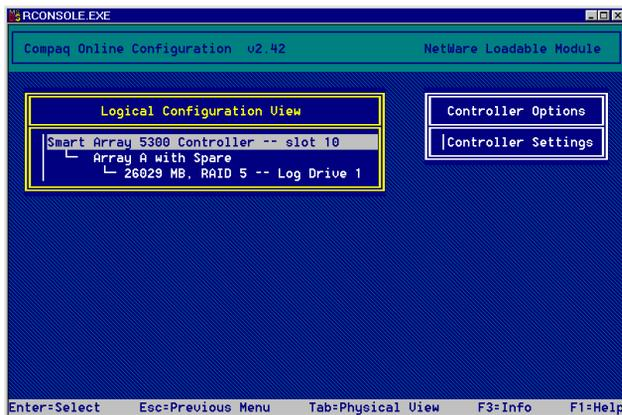

Figure 7-22 : Écran Main manual configuration (Configuration manuelle principale)
- Si des unités logiques sont présentes sur le contrôleur, l'écran de configuration manuelle (voir figure 7-22) s'affiche.